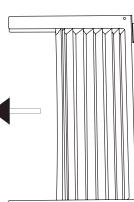

Fig. 1
- A. Posez l'appareil sur le plancher, un banc ou une table. Tenez le panneau accordéon dans une maison, et tirez doucement le centre pour libérer l'extrémité ouverte. Voir Fig. 1.